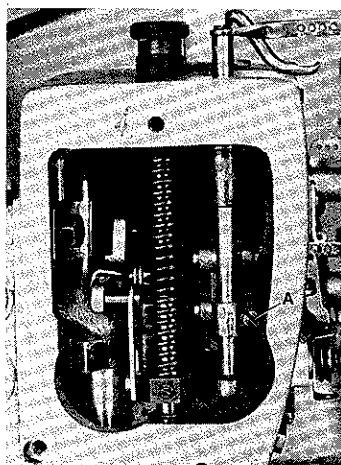
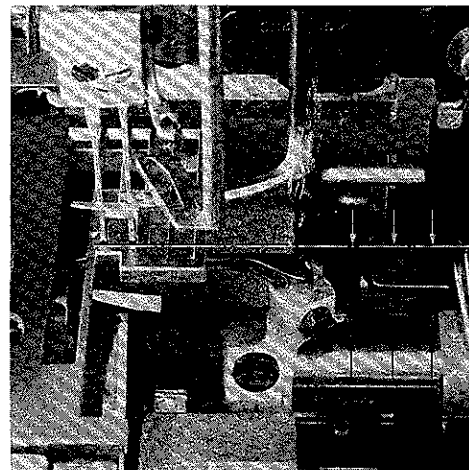
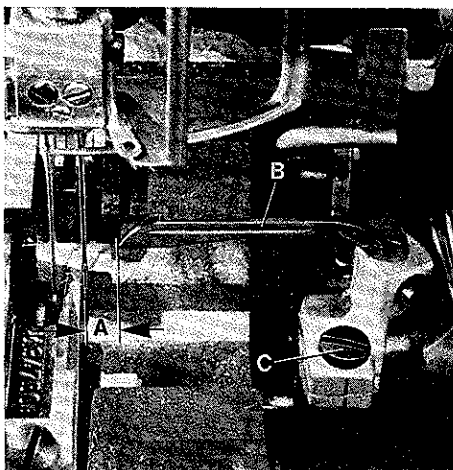
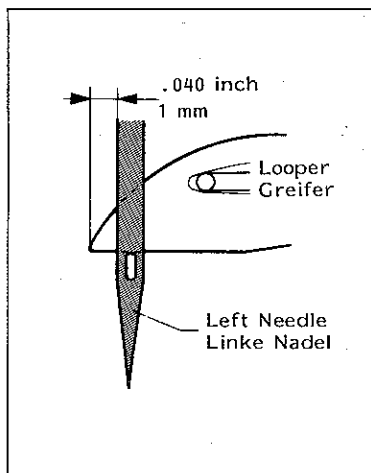

Fig.16
Fig.17
Fig. 18
Fig. 19
3. Loosen screw (A, Fig. 16) and turn needle bar as required, so the needles center in the needle holes of throat plate and are parallel to the looper shaft (see Fig. 17). This can be checked by holding a ruler against the needles.
4. Retighten screw (A, Fig. 16).
Turn the pulley until the looper (B, Fig. 18) is at its farthest position to the right. In this position the distance (A, Fig. 16) from the center of the right needle to the point of looper should be 4,8 mm (3/16 in.) on the two-needle 8, 10 and 12 gauge styles and 4,0 mm (5/32 in.) on the three-needle 16 gauge styles. Looper gauges No. 21225-3/16 and No. 21225-5/32 can be used advantageously in making this setting.
The height of needle bar is correct, when the looper point at its travel from right to left is 1 mm (.040 in.) left of the left needle (see Fig. 19) and the top of the needle eye is flush with the underside of the looper. For adjustment loosen screw (A, Fig. 16) and move needle bar up or down as required. Retighten screw (A).
* The needle bar can also be aligned and set to height without removing the Metering Device. For this, remove plug (Q, Fig. 57) in the head cover plate to have access to screw (A, Fig. 16) in the needle bar connection. Remount the plug.
3. Lösen Sie die Schraube (A, Fig. 16) und drehen Sie die Nadelstange so, daß die Nadeln mittig in die Stichlöcher der Stichplatte einstechen und parallel zur Greiferwelle stehen (siehe Fig. 17). Dies kann durch Anlegen eines Lineals an die Nadeln geprüft werden.
4. Ziehen Sie die Schraube (A, Fig. 16) wieder an.
Drehen Sie am Handrad bis der Greifer (B, Fig. 18) in seiner rechten Einstellung ist. In dieser Stellung muß der Abstand (A, Fig. 18) zwischen Mitte rechter Nadel und Greiferspitze 4,8 mm (3/16 in.) bei den Zweinadel 8, 10 und 12 gauge Maschinen und 4,0 mm (5/32 in.) bei den Dreinadel 16 gauge Maschinen sein. Die Greifereinstelllehren Nr. 21225-3/16 und Nr. 21225-5/32 erleichtern diese Einstellung.
Die Nadelstangenhöhe ist richtig eingestellt, wenn die Greiferspitze bei ihrem Weg von rechts nach links 1 mm links der linken Nadel steht (siehe Fig. 19) und Oberkante Nadelöhr und Unterkante Greifer in gleicher Höhe stehen. Lösen Sie für diese Einstellung die Schraube (A, Fig. 16) und schieben Sie die Nadelstange nach Bedarf nach oben oder unten. Ziehen Sie die Schraube (A) wieder an.
* Die Nadelstange kann auch ohne Abbau der Zumeßeinrichtung (Metering Device) ausgerichtet und auf die Höhe eingestellt werden. Entfernen Sie dazu den Verschlußstopfen (Q, Fig. 57) in der Kopfdeckelplatte, damit die Schraube (A, Fig. 16) im Nadelstangen-Mitnehmer zugänglich wird. Montieren Sie den Verschlußstopfen wieder.
For adjustment loosen clamp screw (C, Fig. 18) and rotate the looper holder as required. Retighten the clamp screw. Always check the looper gauge setting after setting the looper to back of the needle, and conversely, always check the setting of the looper to the back of the needle after setting the looper gauge.
Zur Einstellung lösen Sie die Pratzschraube (C, Fig. 18) und verdrehen den Greiferhalter entsprechend. Ziehen Sie die Schraube wieder an. Überprüfen Sie immer den Greiferabstand nachdem Sie den Greifer zur Nadelrückseite eingestellt haben und umgekehrt, prüfen Sie immer die Stellung des Greifers zur Nadelrückseite, wenn Sie den Greiferabstand eingestellt haben.